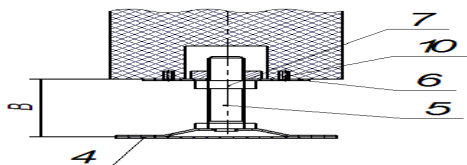

Рис. 2
Закрепить на нижних торцах (имеются отверстия) стоек поз. 1 с помощью саморезов поз.10 подпятники поз. 6 (Рис. 2).
4.7. Проверить **размер В** (Рис. 2). **ВНИМАНИЕ! Не допускается эксплуатация Комплекса, если размер В более 70 мм**